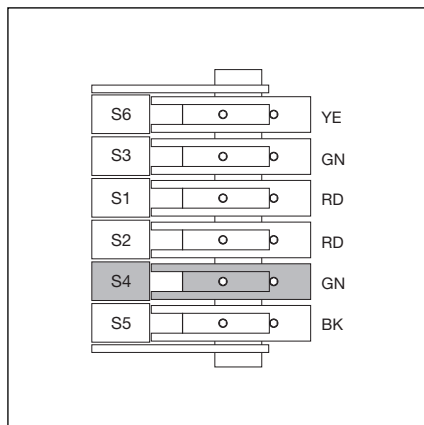
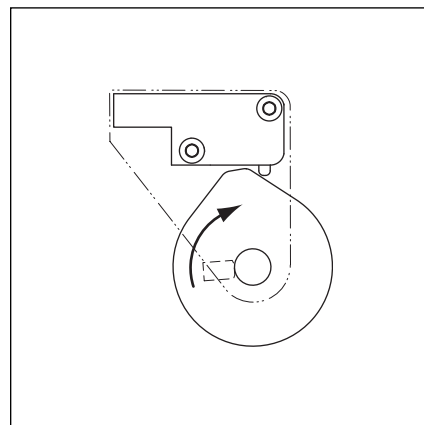
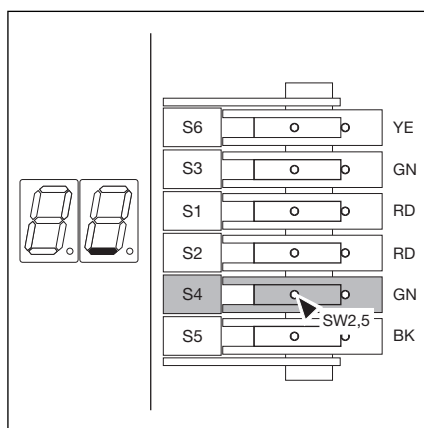

Рис. 6-46: Неподвижный контактный кулачок **S4**: конечное положение «Ворота Закр.»
Рис. 6-47: Направление движения неподвижного контактного кулачка **S4**: конечное положение «Ворота Закр.»
Рис. 6-48: Индикатор конечного положения «Ворота Закр.», фиксирование кулачков
2. Поворачивайте неподвижный контактный кулачок для конечного положения *Ворота Закр.* (рис. 6-46, **S4**, зеленого цвета) в указанном направлении до тех пор (рис. 6-47), пока не сработает соответствующий переключатель и на 7-сегментном дисплее не загорится верхняя риска (рис. 6-48).
3. Удерживая неподвижный контактный кулачок в этом положении, потяните расположенный посередине резьбовой стержень (SW 2,5) (рис. 6-48).